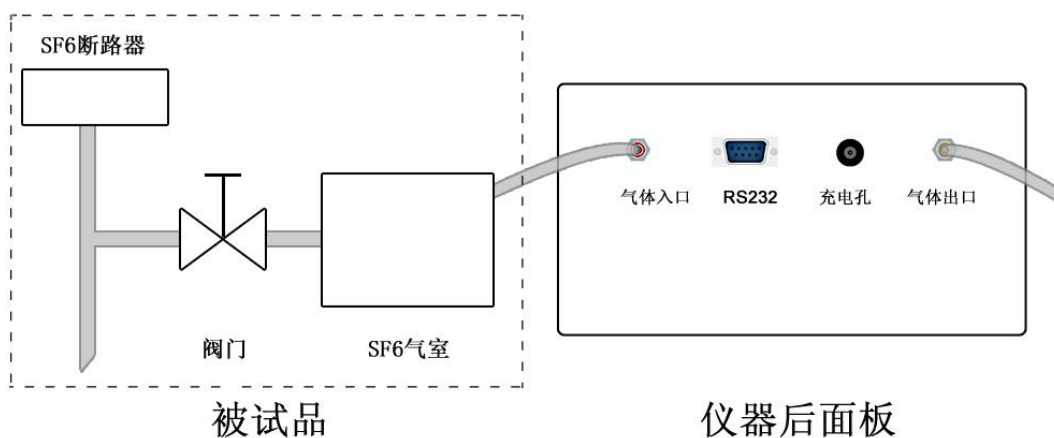

图 4 正确接线
按图 4 所示连接方法正确连接仪器的进气管和出气管。
**注意：**①按图 4 正确连接测量管道，不要将进气管和出气管接反；
②进气管和 SF6 设备的螺母接头要用扳手拧紧；③出气管另一端应指向下风方向，或用专门的设备收集废气。